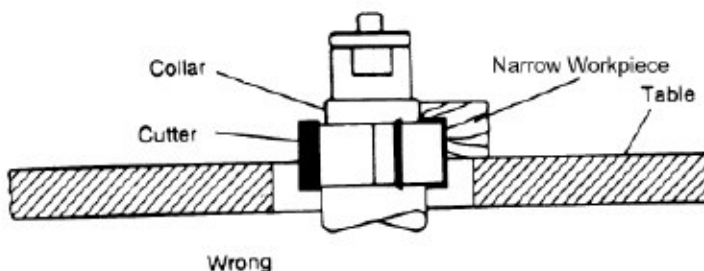

Abb.7-7: Falsche Positionierung
- Unter keinen Umständen sollte ein kleines Werkstück gegen den Kragen geformt werden, wie in Abbildung 7-7 dargestellt.